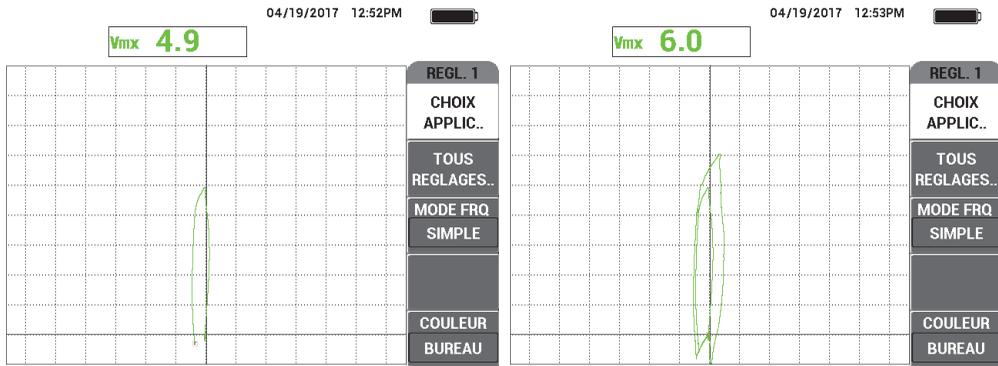

**Figure 5-237 Réglage du gain**
- Appuyez sur la touche GAIN (**dB**), et puis augmentez le gain jusqu'à ce que le signal de la rainure atteigne une hauteur d'environ 6 divisions verticales (voir la Figure 5-237 à la page 312).